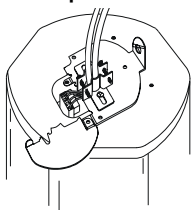

Figura 6
- a) **Fijación de una manguera o de cables sueltos.** Deslice la manguera o cables a través del anclaje sobre la tapa del terminal. En el caso de cableado con manguera o cables sueltos es posible conseguir la presión suficiente simplemente apretando los tornillos encargados de fijar las piezas deslizantes a la placa metálica. Para conseguir una sujeción adecuada use algún mecanismo de fijación (por ejemplo abrazadera) para mantener las piezas deslizantes juntas mientras apriete los tornillos de fijación. (Figura 6)